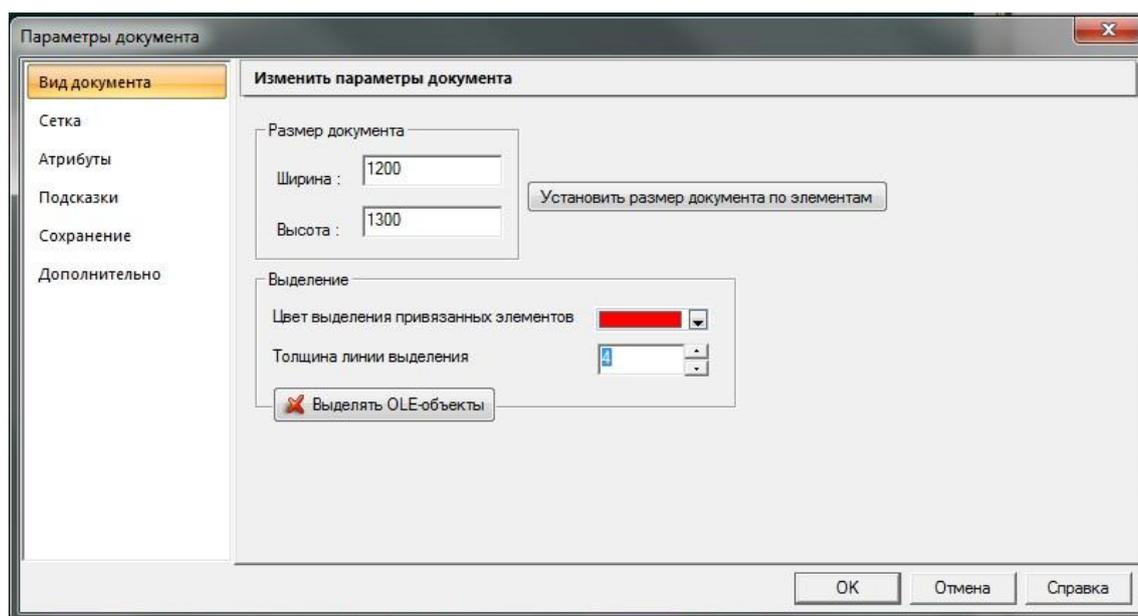

Рисунок 184 – Окно «Параметры документа...»
**Команда «Параметры документа...»** позволяет изменять параметры документа и его атрибуты (рисунок 184).